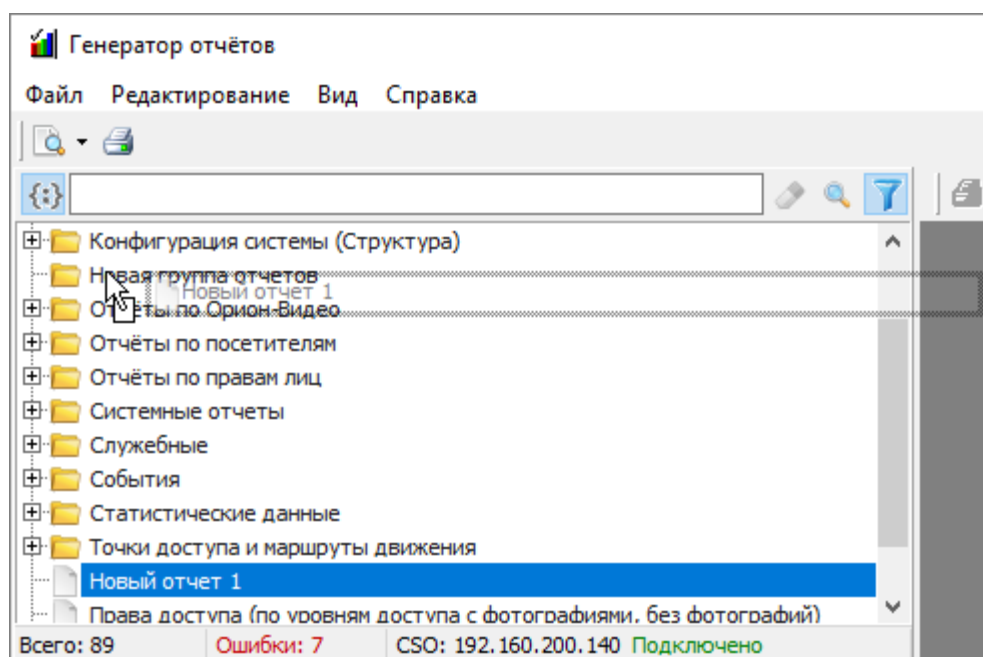

Рисунок 10-295 Перемещение отчета в группу отчетов
- 2) удерживая левую клавишу мыши нажатой, перетяните курсор мыши на наименование группы отчетов, в которую необходимо переместить отчет (см. Рисунок 10-295), либо в другое место развернутой структуры группы отчетов, в которую необходимо переместить отчет;